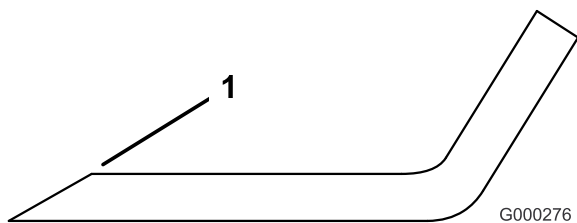

Figura 32
3. Inspeccione as extremidades de corte de todas as lâminas. Afie as extremidades de corte se estas apresentarem sinais de desgaste ou ranhuras. Afie apenas o lado superior da parte cortante e mantenha o ângulo de corte original para garantir um desempenho eficaz da lâmina (**Figura 32**). A lâmina mantém o equilíbrio se for retirada a mesma quantidade de metal de ambas as partes cortantes.